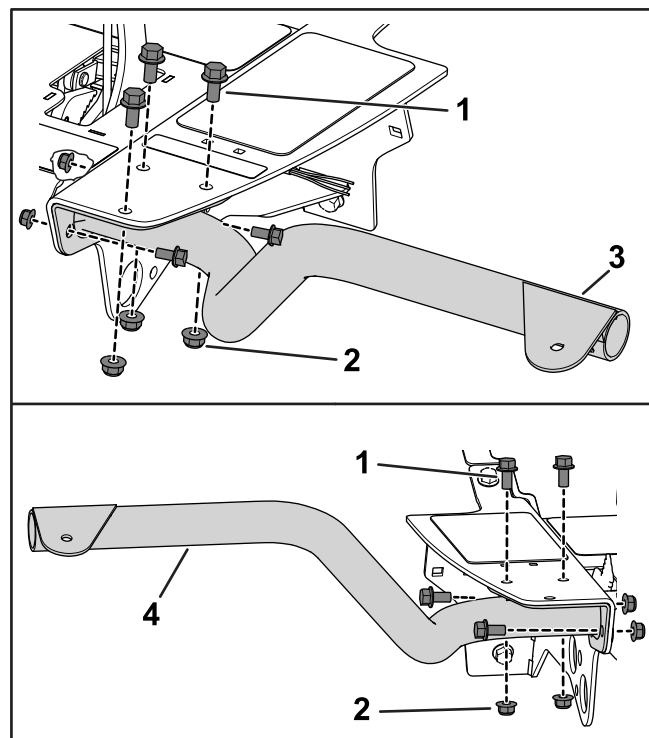

Figura 2
- Utilice 5 pernos de cabeza hexagonal ($\frac{3}{8}$ " x $\frac{3}{4}$ ") y 5 tuercas con arandela prensada ($\frac{3}{8}$ ") para sujetar el soporte del faro izquierdo al soporte de suelo izquierdo (Figura 2).
4. Utilice 4 pernos de cabeza hexagonal ($\frac{3}{8}$ " x $\frac{3}{4}$ ") y 4 tuercas con arandela prensada ($\frac{3}{8}$ ") para sujetar el soporte del faro derecho al soporte de suelo derecho (Figura 2).